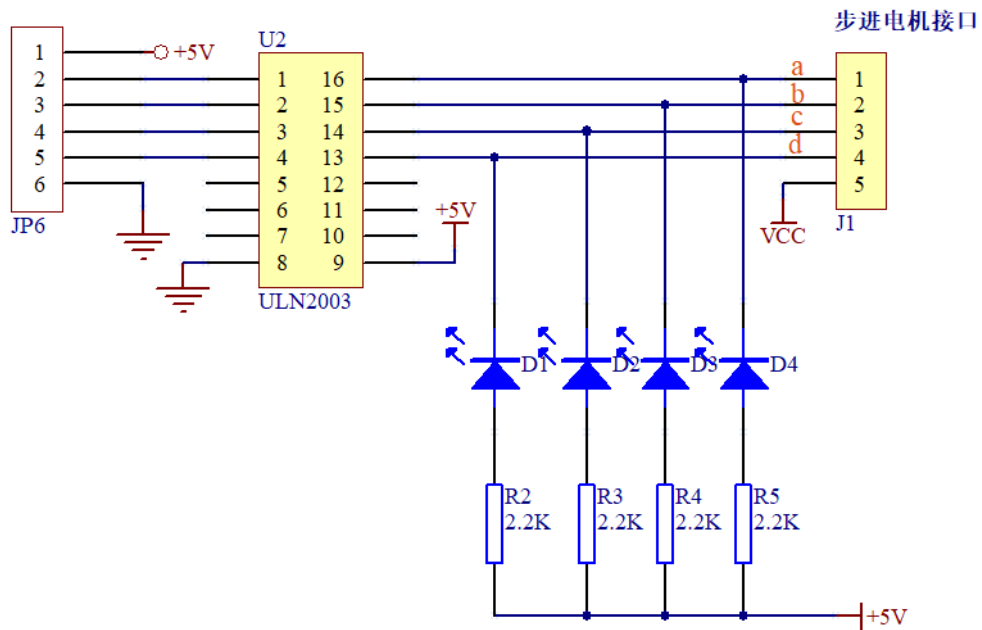

图 1 步进电机控制模块外围电路图
(1) 外围接口功能电路图如图 1 所示，按照电路原理图使用 PROTEUS 软件完成电路仿真图绘制。